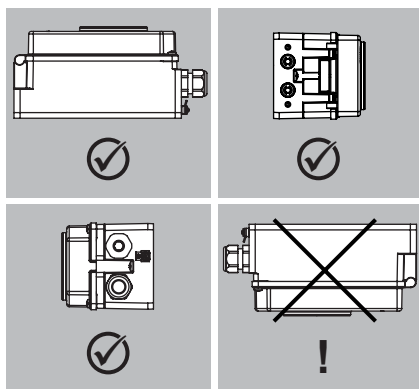

Fig. 5-2: Tillåtna monteringspositioner
- Observera monteringspositionen (se Fig. 5-2).